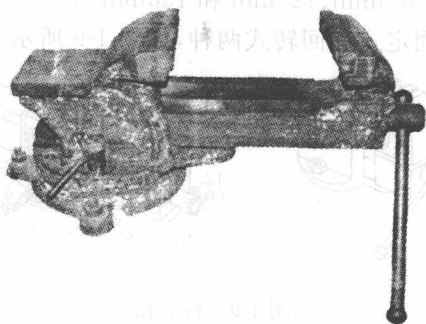

图 1-10 拆卸活动钳身
(1) 逆时针转动手柄 12, 拆下活动钳身 10, 如图 1-10 所示。
当活动钳身移至图 1-10 所示位置时,需用手托住其底部,以防止活动钳身突然掉落,造成其损坏或砸伤操作者脚面。